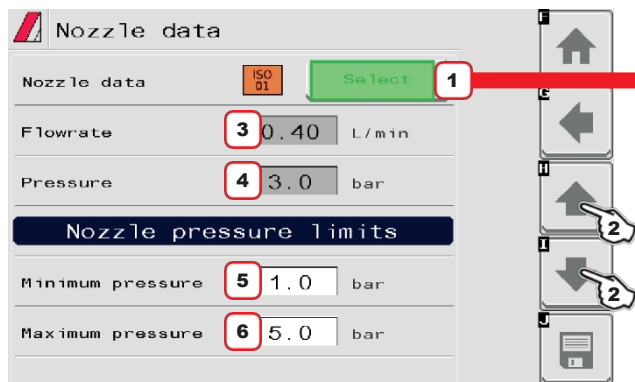
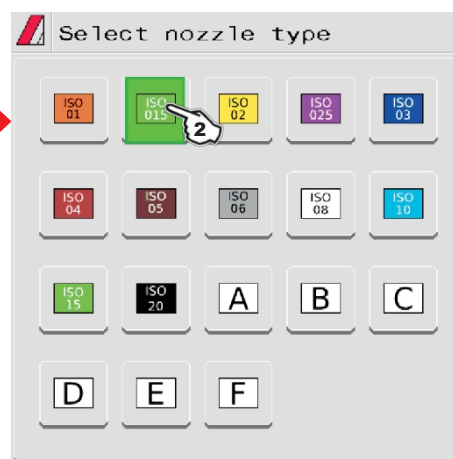

Fig. 50
Fig. 51
- 1 - 2 Vælg den dyse, der skal indstilles (Fig. 50 / Fig. 51); indtast egenskaberne (Fig. 50). Gentag om nødvendigt opsætningen for hver dyse.